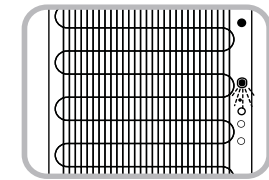

Fig.4
10. Tournez dans le sens antihoraire pour ouvrir le Bouchon de Drainage et vider l'eau des réservoirs. Ne pas incliner l'appareil pour goutter l'eau (Fig. 4) ATTENTION: Faites attention à l'eau chaude.